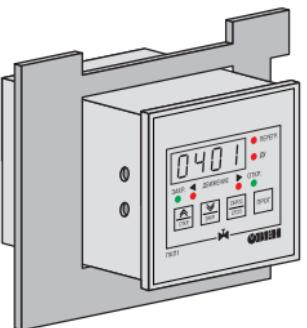

Рис. 14
1. Вставить прибор в специально подготовленное отверстие на лицевой панели щита (см. прил. А и рис. 14, а).
2. Вставить фиксаторы из комплекта поставки отверстия на боковых стенках прибора (рис. 14, б).